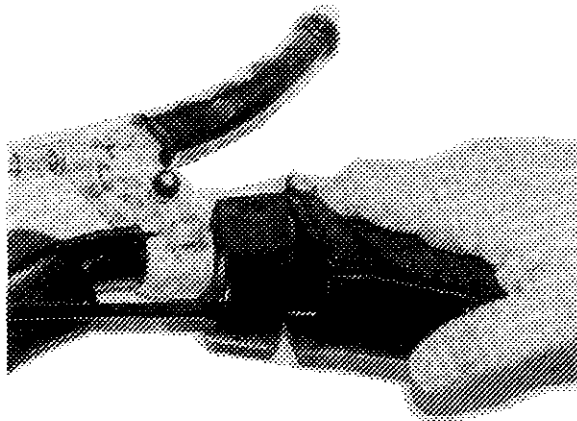

Bild 1
1. Kontrollera gasreglagetets automatiska tillbakagång så att vajern inte frusit fast eller kärvat. (bild 1)